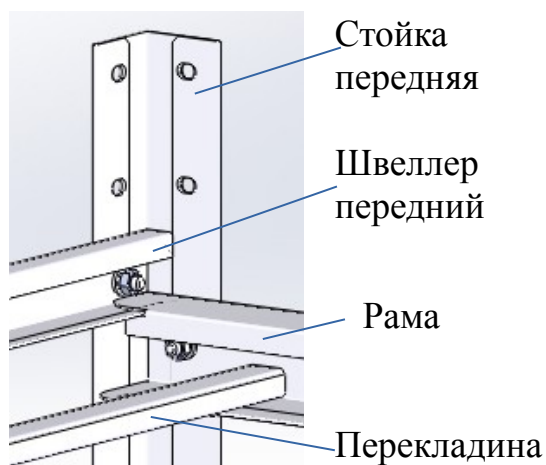
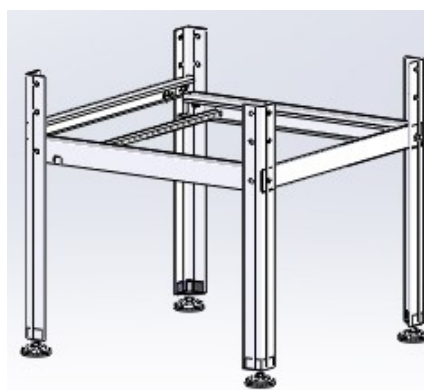

Рис.5
Рис.6
2.5 Соберите раму согласно рис.5. Стойки с ножками прикрутите к раме болтами М6х16 с шайбами и гайками (рис.6). Гайки не затягивайте.